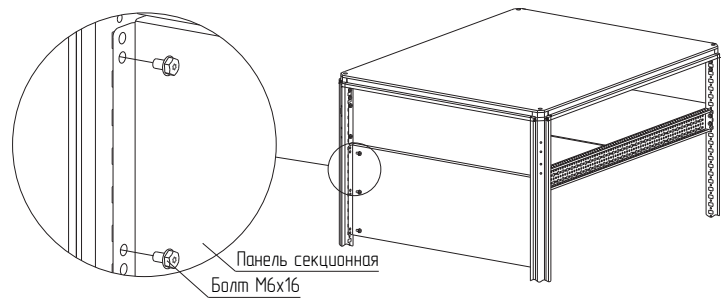

Рисунок 64
4.35.2 Закрепите панель на нужной высоте к стойкам болтами М6х16 (рисунок 64). Момент затяжки – 7 Н·м. Болты в комплект не входят.